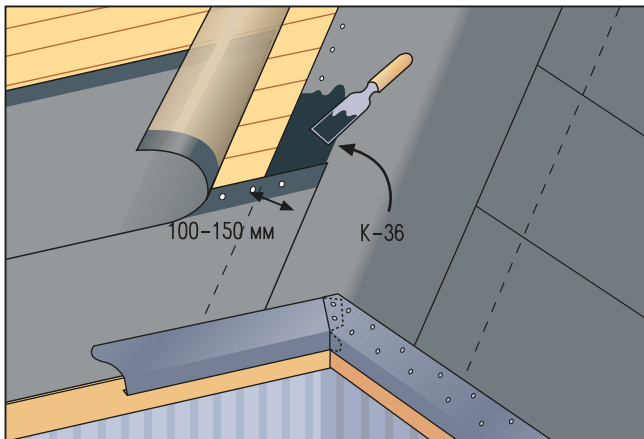

Рис. 2
- Укладка подкладочного ковра начинается от ендовы (Рис. 2).
- Подкладочный ковер укладывается непосредственно на настил из досок. Металлические карнизные планки монтируются на концах карниза сверху подкладочного ковра (Рис. 2).
- Фактический подъем выполняется ковром Pintari в соответствии с Рис. 2, также см. страницу 19.